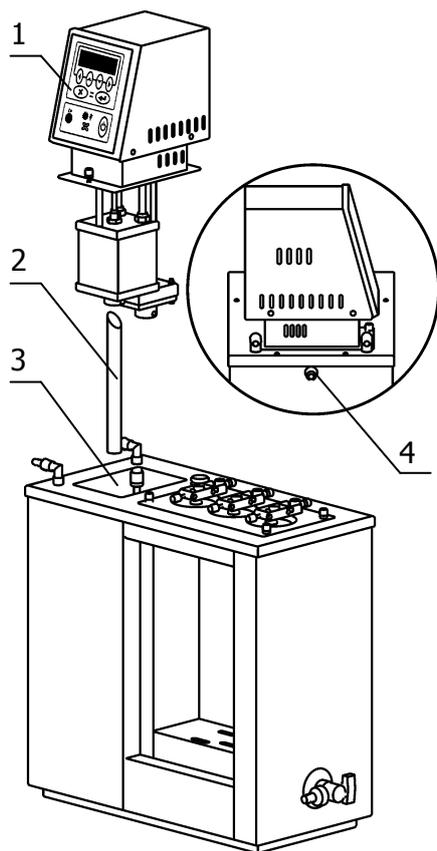

Рисунок 3 — Установка блока регулирования
2.2.3 В выходной патрубок блока регулирования вставить выходную трубку 2 (рисунок 3) косым срезом до упора и зафиксировать винтом.
При включении блока регулирования (см. документ «ТКЛШ 3.222.009-03 РЭ. Блок регулирования температуры погружной циркуляционный «М03») заработает циркуляционный насос и уровень теплоносителя в буферной ванне понизится. При этом следует доливать теплоноситель до тех пор, пока он не начнет переливаться через патрубок 4 (рисунок 3). Для подсветки при работе можно использовать настольную лампу или другой источник света, расположенный у задней стенки термостата.